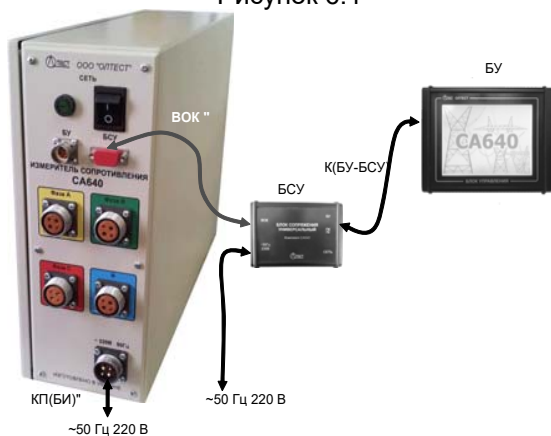

Рисунок 6.2
1) Собрать Измеритель в соответствии с рисунком 6.1, если предполагается использование оптического интерфейса, то собрать схему (рисунок 6.2).